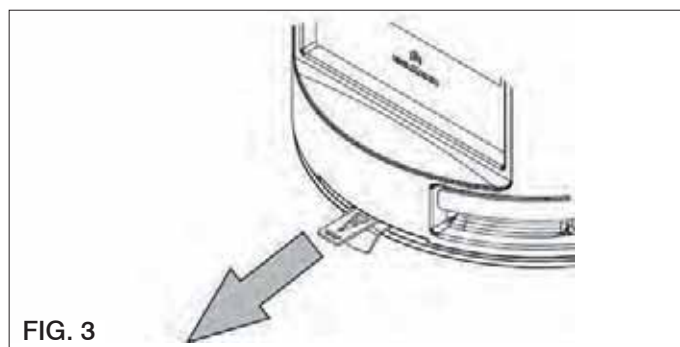

FIG. 3
- Posición "Encendido"/potencia máx. (fig. 3)
2. Colocar la palanca de regulación de la válvula del aire en la posición de "apertura total" (fig 3 pág 24). El aire para la combustión llegará de forma intensiva a la leña en el hogar, para alcanzar rápidamente una buena combustión.